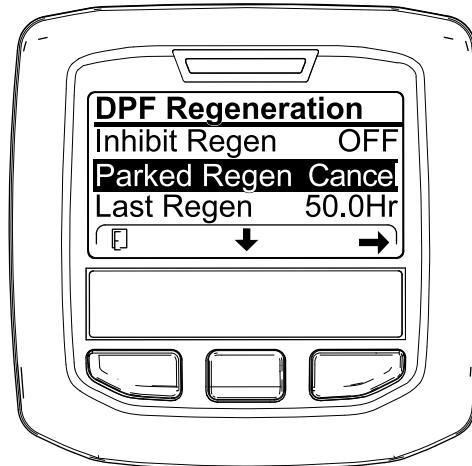

Bild 67
1. Zugreifen auf das Menü für die Regenerierung des Dieselpartikelfilters (Bild 67)
2. Drücken Sie die mittlere Taste, um auf die Option PARKED REGEN. CANCEL (Bild 67) oder RECOVERY REGEN. CANCEL zu navigieren (Bild 68).
- Drücken Sie die rechte Taste, um den Eintrag „Regen. Cancel“ auszuwählen (Bild 67 oder Bild 68).